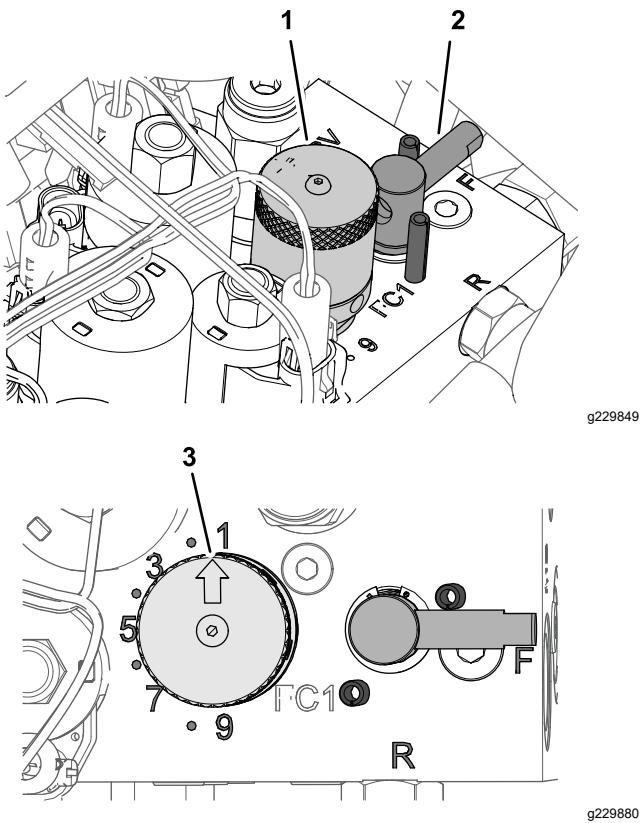

Figura 53
5. Para ajustar a velocidade dos cilindros, rode o manípulo do controlo da velocidade do cilindro (Figura 53) até que as setas indicadoras fiquem alinhadas com o número que determinou no passo 3.